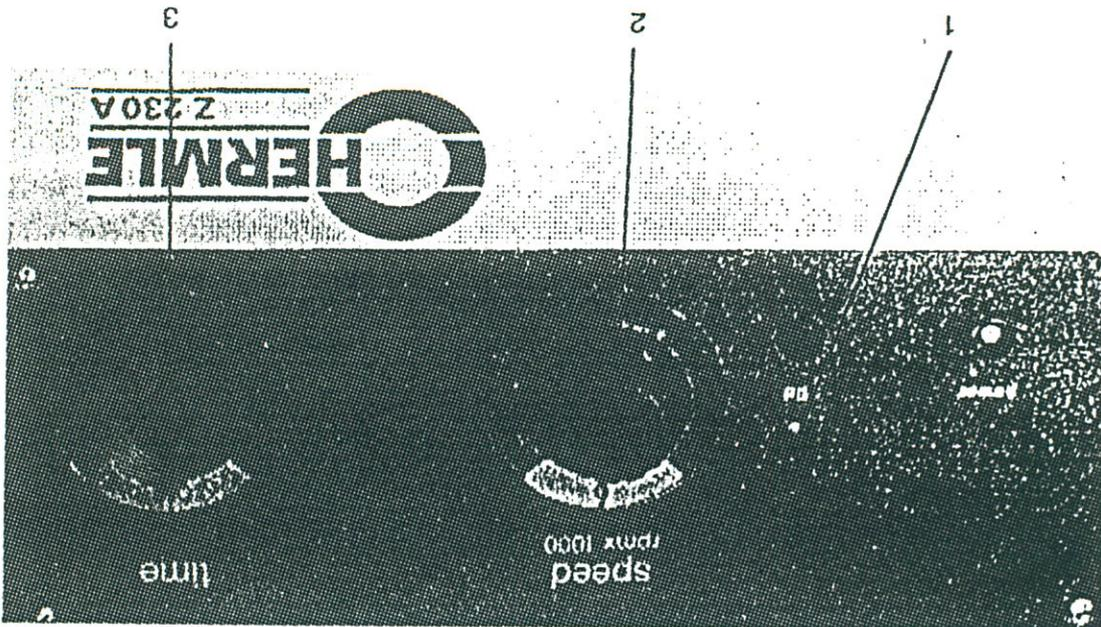

Fig. 10
Med knappen (2) vælges hastigheden trinløst mellem 500 og 5000 rpm. Før hastigheden indstilles, er det vigtigt at kende det maksimalt tilladte omdrejningstal for den monterede rotor (se side 7). Den indstillede tid kan reproducere med en nøjagtighed på $\pm 2\%$. (Se fig. 10).
Hvis centrifugen ønskes stoppet inden udløb af tiden, kan dette gøres ved at dreje knappen (3) til "OFF" positionen. Når timerknappen (3) drejes modurs til tegnet 00, vil cen- trifugen køre konstant til knappen igen stilles på "OFF". (Se fig. 10).